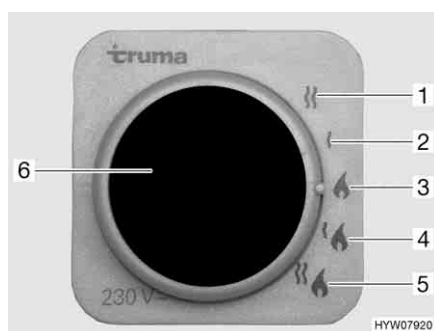

Fig. 63 Selettore di energia per riscaldamento/boiler
- Funzionamento a gas (Fig. 63,3)
- Funzionamento elettrico a 230 V con gradi di potenza da 900 W (Fig. 63,2) oppure 1800 W (Fig. 63,1)
- Funzionamento a gas e funzionamento elettrico a 230 V (funzionamento misto) con gradi di potenza da 900 W (Fig. 63,4) oppure 1800 W (Fig. 63,5)
Se viene selezionato il funzionamento elettrico a 230 V, la spia gialla di controllo si accende (Fig. 63,6).